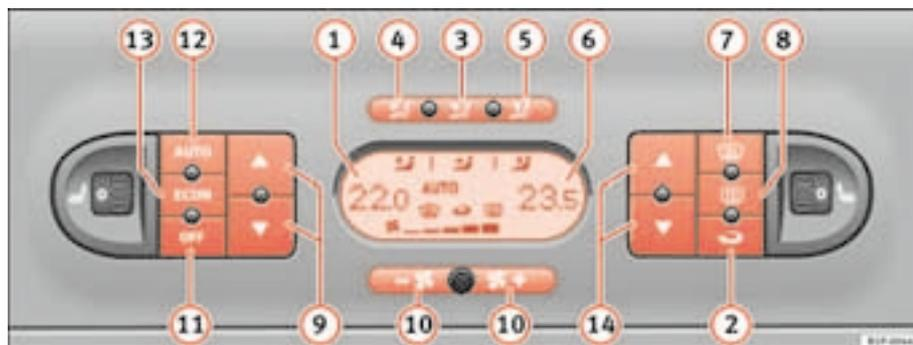

Fig. 108 Mandos del 2C-Climatronic en el tablero de instrumentos
- Pulse las teclas de regulación de temperatura ⇒ página 154, fig. 108 (9) ó (14) para ajustar la temperatura del lado izquierdo y derecho respectivamente.
- Pulse la tecla  ⇒ página 154, fig. 108. Aparece “AUTO” en el display.